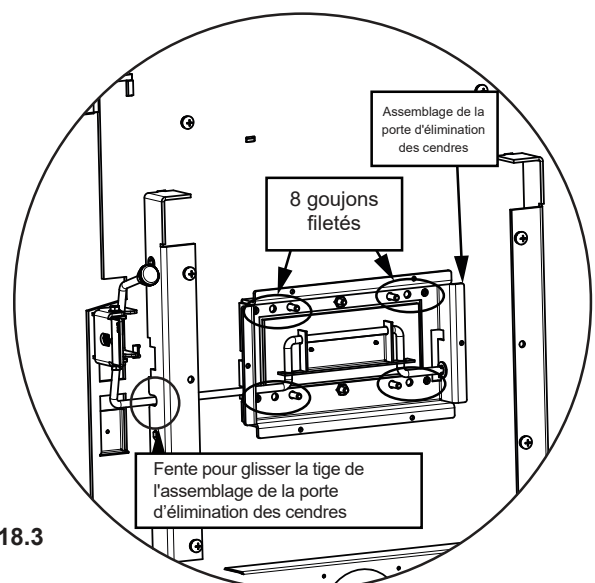

Figure 18.3
7. Installez la porte à cendres en glissant de biais la tige dans la fente sur le côté gauche (**Figure 18.3**).
8. Glissez la porte à cendres sur les 8 vis sortant du fond de l'appareil. Fixez les écrous et les rondelles en utilisant une clé à douille 7/16 (**Figure 18.3**).
7. Installez la porte à cendres en glissant de biais la tige dans la fente sur le côté gauche (**Figure 18.3 à la page 18**).
8. Glissez la porte à cendres sur les 8 vis sortant du fond de l'appareil. Fixez les écrous et les rondelles en utilisant une clé à douille 7/16 (**Figure 18.3 à la page 18**).